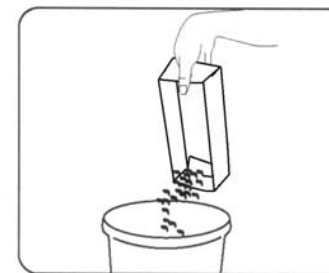

Fig. 3
2. Vacíe el contenedor (Fig. 3). Si desea puede lavarlo con agua; pero séquelo completamente antes de reinstalarlo en el barredor.